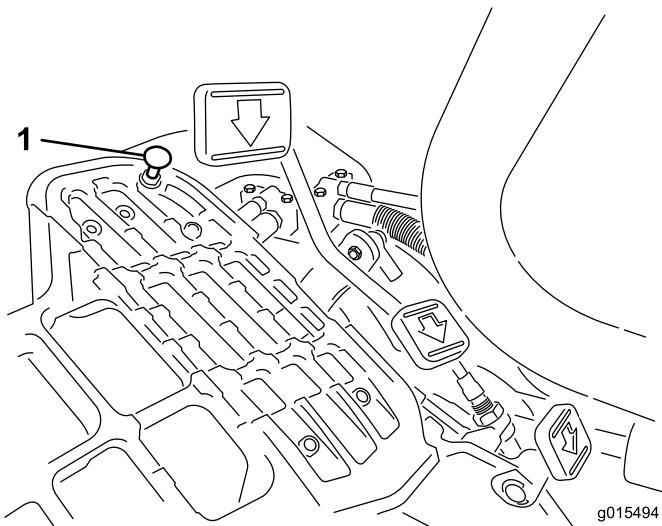

Figura 47
Per ottenere la velocità massima di trasferimento mettete la leva di comando delle funzioni in posizione di TRASFERIMENTO e premete il pedale di trazione. Se il pedale tocca il fermo (Figura 47) prima che avvertiate la tensione sul cavo, effettuate la seguente procedura di regolazione:
- Spostate la leva di comando delle funzioni in posizione di TRASFERIMENTO e allentate il dado di bloccaggio che fissa il fermo del pedale alla piastra di appoggio (Figura 47).